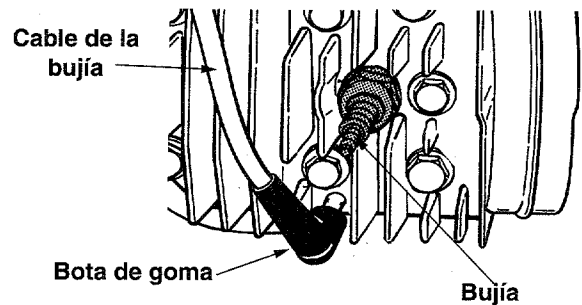

Figura 2
- Antes de preparar su cortadora de césped desconecte el cable de la bujía de la bujía, y conéctela a tierra contra el motor. Vea la Figura 2.